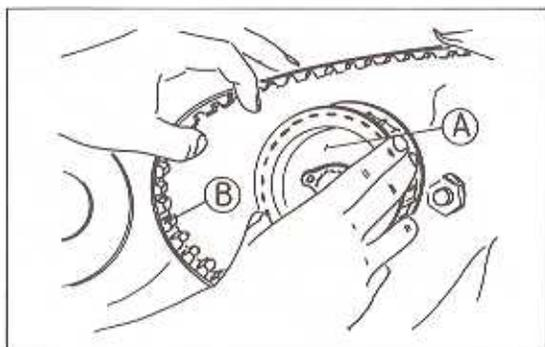

Bild 186
- Die Motorriemenscheibe entfernen (Bild 186).